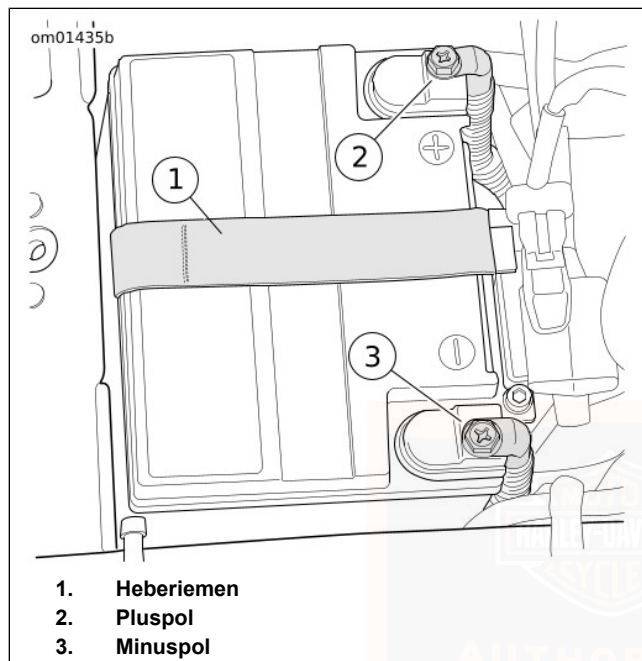

Abbildung 144. Batteriefach
10. Siehe Abbildung 144. Beide Batteriepolsschrauben (2, 3) lösen, den Minuspol der Batterie zuerst.
11. Den Batterieheberriemen (1) nach oben ziehen, um die Batterie anzuheben. Wenn die Batterie weit genug angehoben wurde, um sie gut fassen zu können, Batterie greifen und komplett ausbauen.
3. Siehe Abbildung 144. Die Batterie mit der Kontaktseite nach vorne in die Batteriegrundplatte einsetzen.